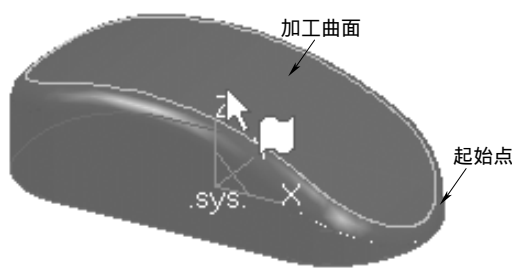

图 8-109 拾取加工对象
7) 完成加工参数设置后，单击“确定”按钮，系统在界面的左下方提示“拾取加工对象”，选择图 8-109 所示曲面，单击鼠标右键结束拾取。系统继续提示“拾取进刀点”，选择进刀点，默认加工方向，系统提示“拾取干涉曲面”，单击鼠标右键结束拾取。